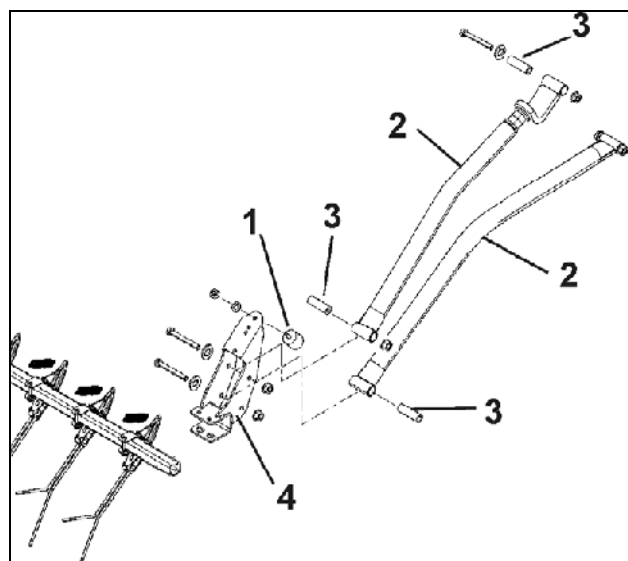
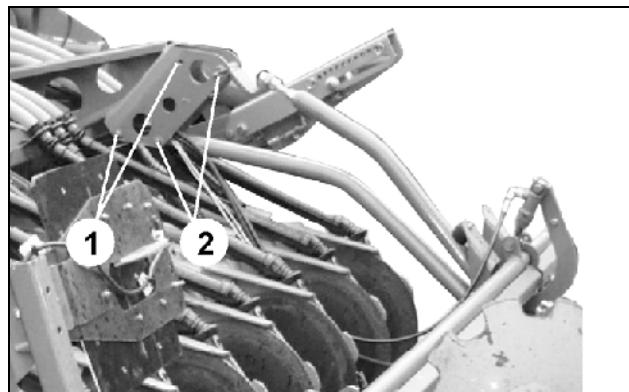

Fig. 36
Fig. 37
- Schwingmetallpuffer (Fig. 36/1) anschrauben.
- Halterohre (Fig. 36/2) mit Lagerhülsen (Fig. 36/3) an den Halterungen (Fig. 37/1, 2) und Taschen (Fig. 36/4) des Exaktstriegels verschrauben.
- Befestigungspunkte (Fig. 37/1) bei Verwendung von WS oder ROTEC-Scharen verwenden.
- Befestigungspunkte (Fig. 37/2) bei Verwendung von ROTEC+-Scharen verwenden.